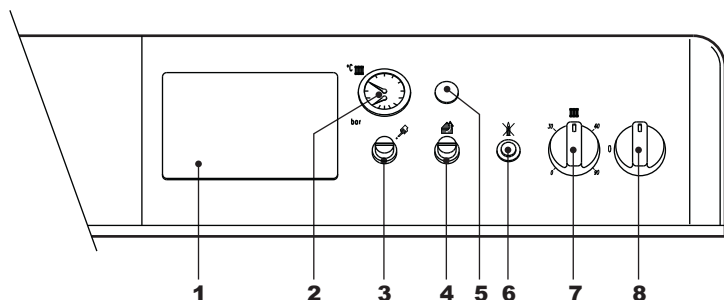

рис. 1 - Панель управления
- Переведите выключатель котла "8" в положение 1 (рис. 1).
- Если котел оборудован электронным термостатическим блоком управления, установленным в положении 1рис. 1 на, пользователь должен также соблюдать инструкции, предоставляемые изготовителем данного блока.
Задайте с помощью термостата температуры воздуха в помещении нужную температуру внутри помещения. При поступлении команды от комнатного термостата котел включается, обеспечивая нагревание воды в системе отопления до температуры, заданной регулирующим термостатом 7 на рис. 1. При достижении в помещении желаемой температуры котел выключается.